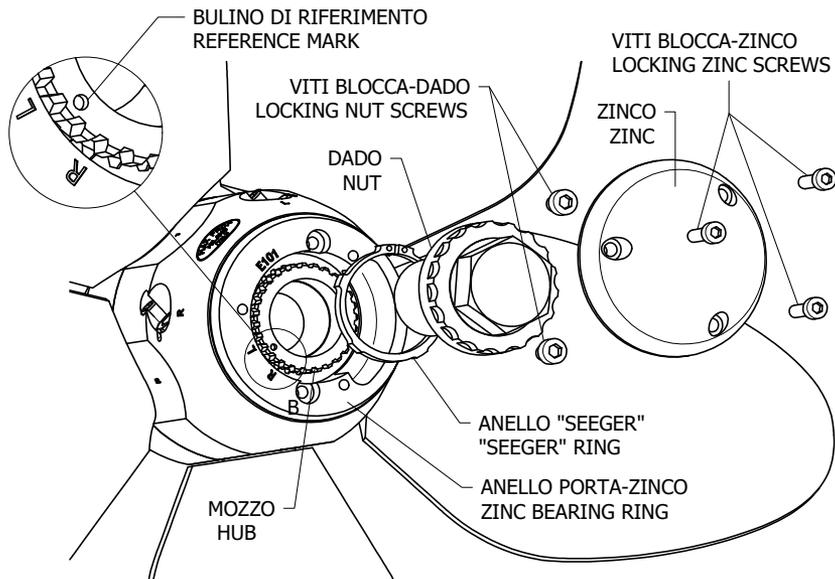

fig. 4
Per cambiare il senso di rotazione della vostra elica EASY/WHISPER, da destrorsa a sinistrorsa o viceversa, procedere come segue, facendo riferimento alla fig. 4.
- f. Se si rimonta l'anello porta-zinco facendo corrispondere il dente "R" con il bulino si avrà un' elica destrorsa. Se invece si rimonta l'anello porta-zinco facendo corrispondere il dente "L" con il bulino si avrà un' elica sinistrorsa (vedere dettaglio fig. 4). Questa operazione deve essere effettuata tenendo le pale nella loro posizione di bandiera.